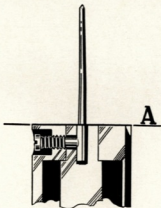

Fig. 11. Fixation de l'aiguille à carburant.
3. Montez la nouvelle aiguille. Contrôlez à ce qu'elle soit marquée correctement selon les spécifications. Placez l'aiguille dans le piston de façon aussi exacte que seulement la partie conique de travail soit en dehors. Voir figure 11. Serrez l'écrou arrêtoir.